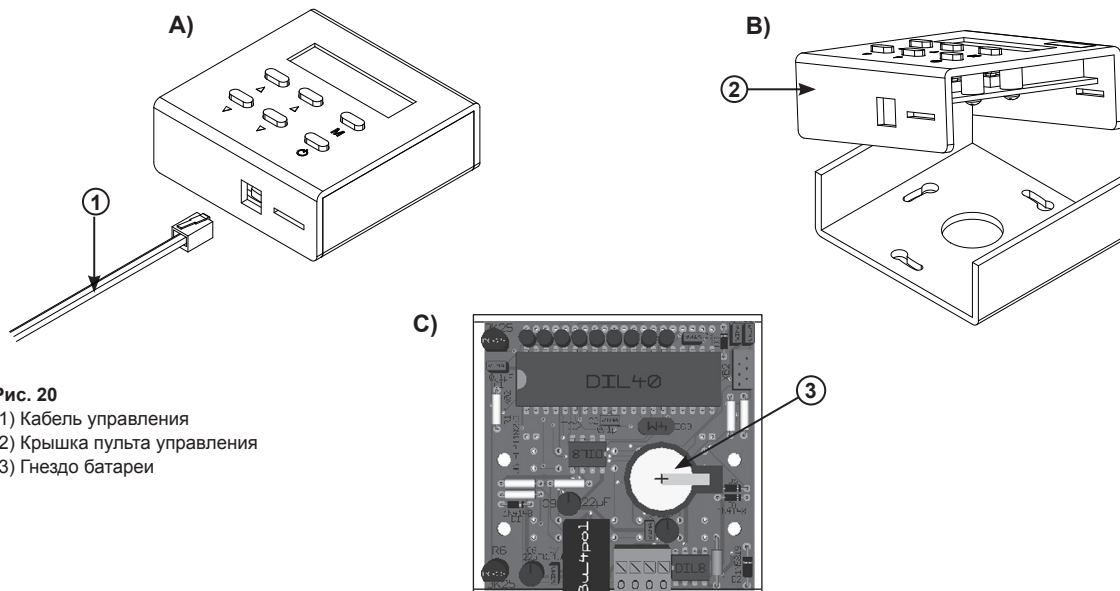

Рис. 20
- Отсоедините кабель управления (1) от нижнего разъема пульта.
- Снимите крышку (2) пульта управления.
- Гнездо (3) батареи расположено на плате. Удалите батарею и установите новую, как показано на рис. 20 В.